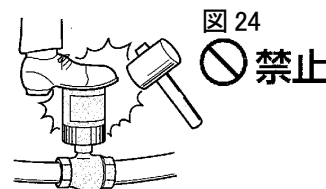

図 24
- アクチュエータに無理な荷重を掛けたり、作業時に足場には絶対にはずさないでください。漏れや故障発生の原因となります。(図 24)